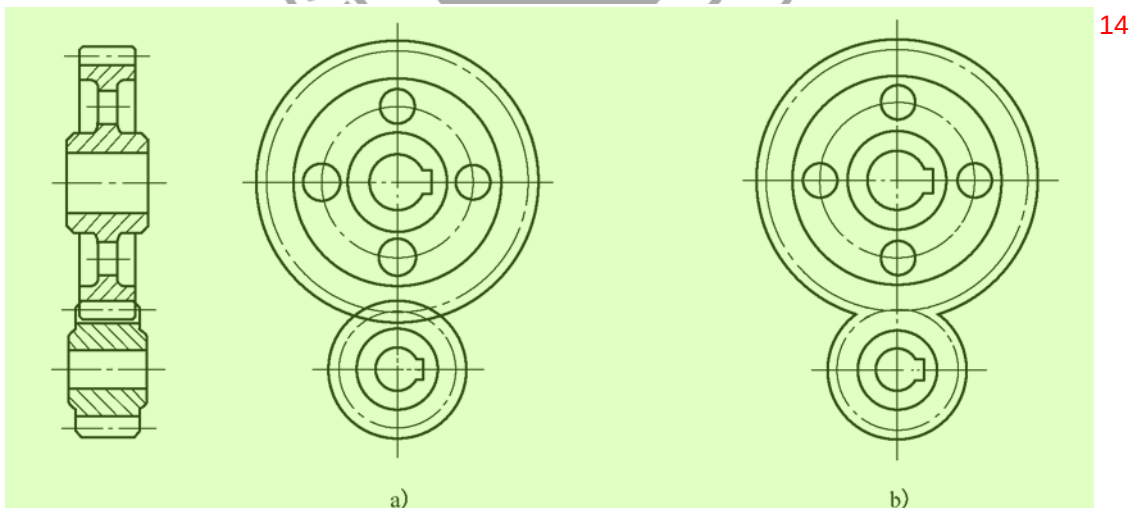

图 9 圆柱齿轮副的啮合画法——外啮合(一)
4.3 在圆柱齿轮啮合、齿轮齿条啮合和锥齿轮的剖视图中, 当剖切平面通过两啮合齿轮的轴线时, 在啮合区内, 将一个齿轮的轮齿用粗实线绘制, 另一个齿轮的轮齿被遮挡的部分用虚线绘制(图 9、图 11、图 16、图 18); 也可省略不画(图 12、图 13、图 17)。